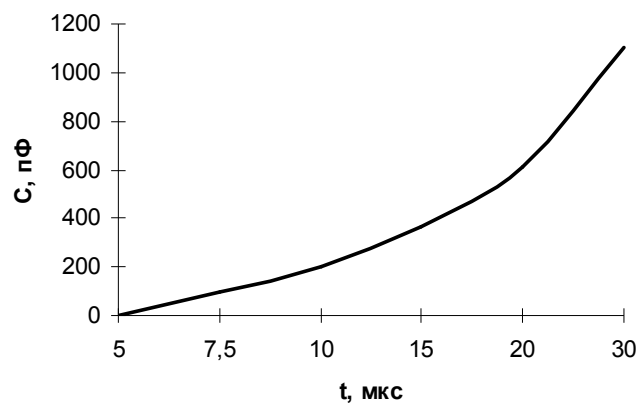

Рисунок 8 – График зависимости длительности задержки включения защиты по насыщению от номинала подстроечной ёмкости  $C_b$
**Конденсатор Сб** – емкость настройки задержки срабатывания защиты по ненасыщению, смотри рисунок 8. Изначально на драйвере установлена ёмкость 100 пФ, что соответствует задержке срабатывания 7,5 мкс.